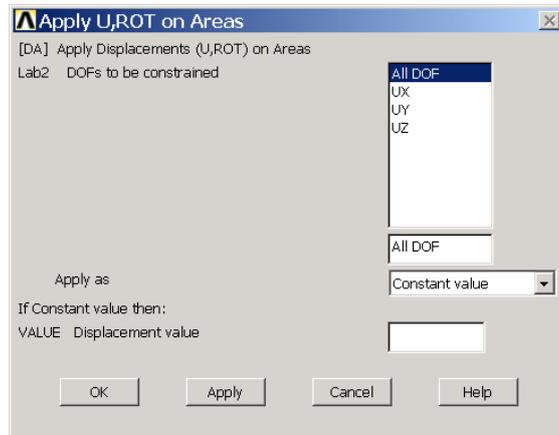

图10.20 施加面约束
(16) 单击 Main Menu>Solution>Define Loads>Apply>Structural>Displacement>On Areas 菜单，弹出图形拾取对话框，然后用鼠标选择机翼任一个端面，单击【OK】按钮，接着弹出如图 10.20 所示的对话框。在【DOFs to be constrained】文本框中选择【ALL DOF】，然后单击【OK】按钮。